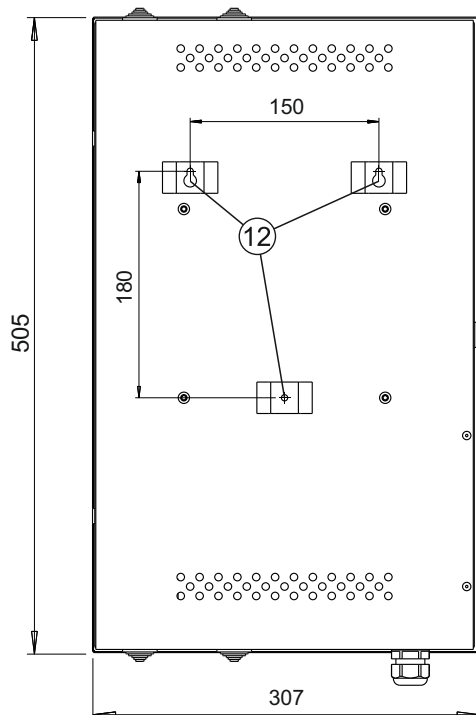

Рис.1 - Внешний вид, габаритные и установочные размеры бокса
Установочные размеры бокса приведены на Рис. 1.
Для крепления на стене используются скобы (12) (см. Рис. 1) на задней стенке бокса, а также шурупы 4x40 и дюбеля 6x40 (в комплект поставки не входят).
- Заведите провода линии связи в бокс через кабельные вводы (7) (см. Рис. 1).
- Если конструкция блока вызова предусматривает его зануление, подключите защитный провод блока вызова к клемме (11). Защитный провод соединяется с кабельным наконечником клеммы методом опрессовки.